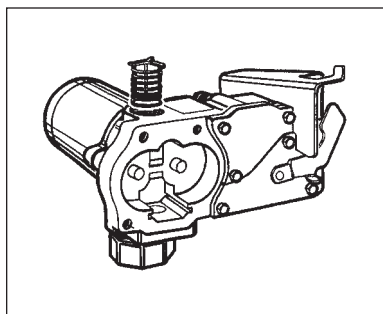

Figura 11
c. De dentro da caixa, use uma pequena chave de fenda para empurrar o gatilho e saltar pela porta de saída superior. (Figura 11)